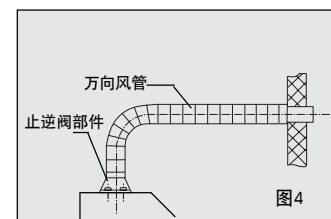

图 4
2、将万向风管插入止逆阀座的槽内，并用3个ST3X8的十字槽盘头螺钉紧固于止逆阀部件上（见图 4）。
- 3、将万向风管按图 4 所示引出室外或排烟通道。